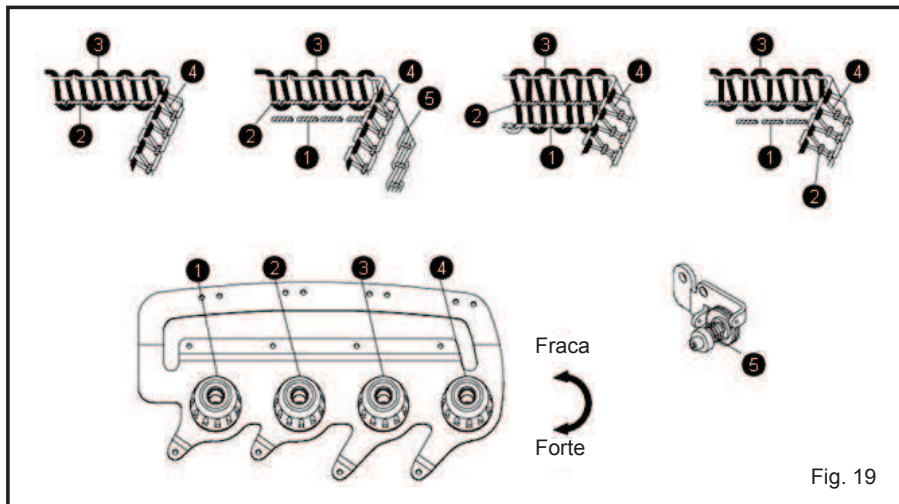

Fig. 19
1. Porcas de ajuste de tensão da linha (Fig. 19)